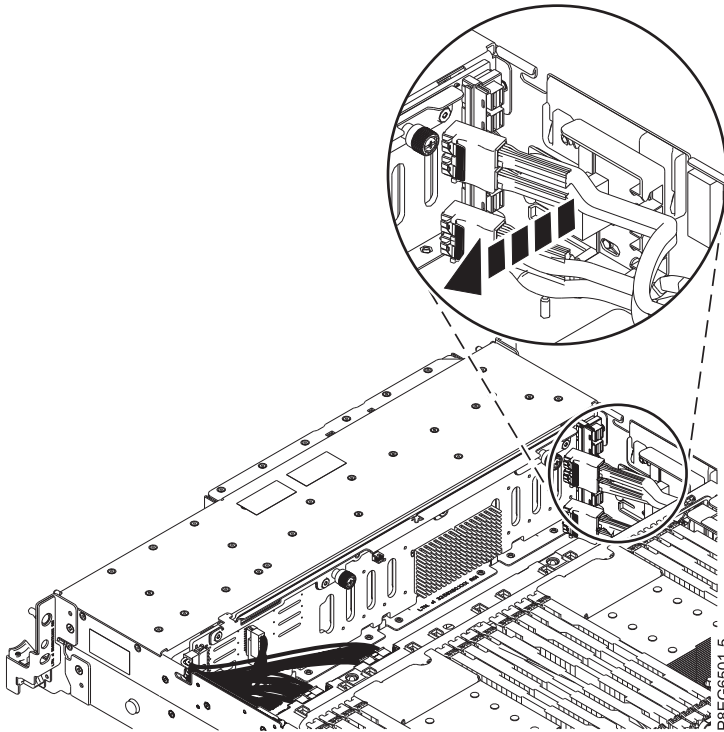

Figure 3. Dégagement du câble SAS avant du guide de câble
- Dégagez le câble SAS avant du guide de câble situé sur le côté du châssis, comme illustré dans la figure 3.